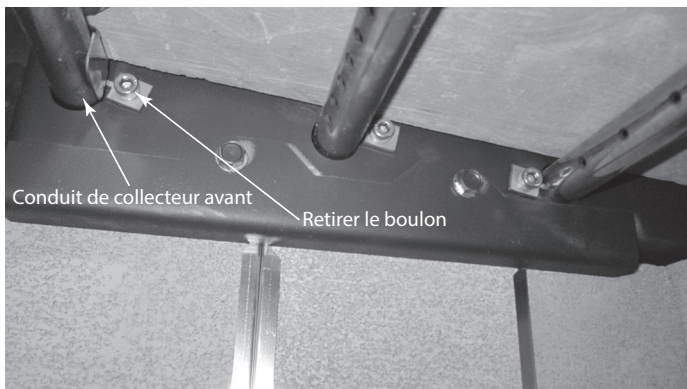

Figure 4.6 Retirez le boulon de la pièce de retenue
3. À l'aide d'une clé hexagonale de 4,8 mm (3/16 po.), retirez le boulon de rétention avant du tube collecteur sur le canal d'air derrière l'extrémité du tube avant, du côté droit. Voir la Figure 4.6.